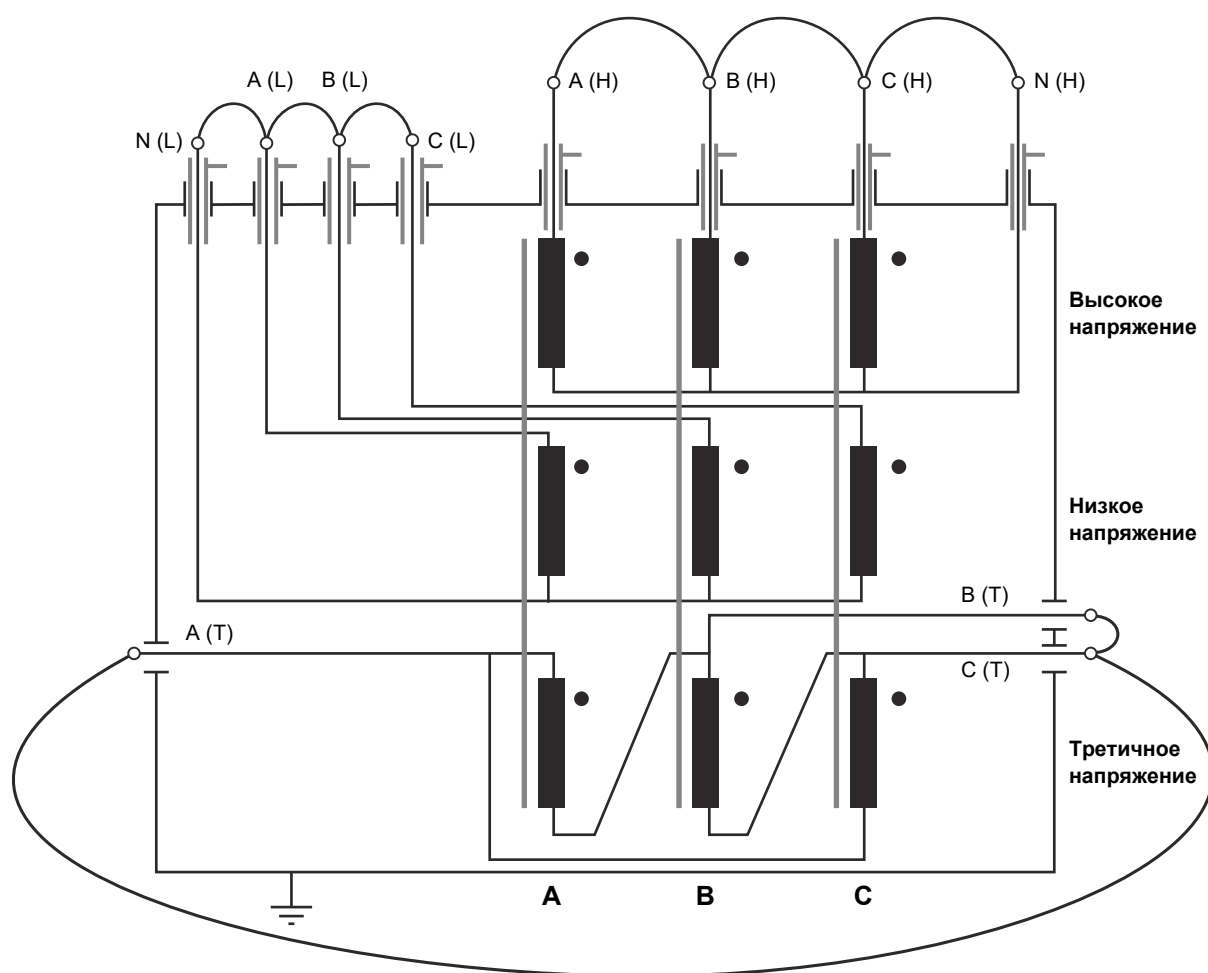

Рис. 5-1: Трехобмоточный трансформатор с соединенными обмотками
- Все клеммы вводов в одной группе обмоток, то есть А, В, С (и нейтраль) обмотки высшего напряжения, А, В, С (и нейтраль) обмотки низшего напряжения и А, В, С (и нейтраль) третичной обмотки, следует соединить медным проводом (см. рис. 5-1).